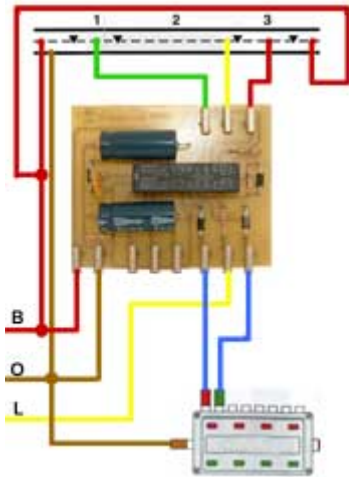
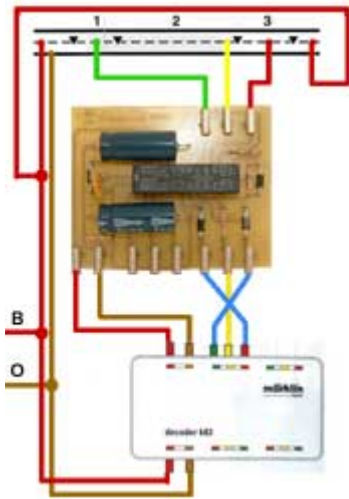

Fig. 10 – collegamento tradizionale
Fig. 12 – collegamento tramite K83
- 9 = comando per stop (rosso) – vedi fig. 10 o fig. 12
- 10 = corrente di alimentazione (L) ovvero cavetto giallo dal trafo degli accessori - vedi fig. 10 o fig. 12
- 11 = comando per go (verde) – vedi fig. 10 o fig. 12